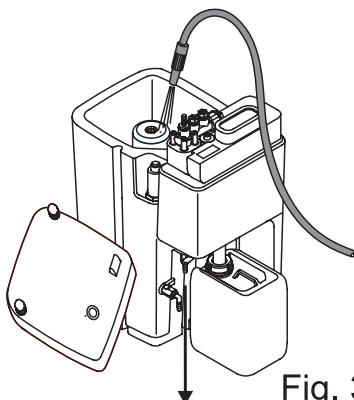

Fig. 3
- Wasser in Hauptbehälter einfüllen (Fig. 3)
- Ggf. Frischwasser nachfüllen (Fig. 3)